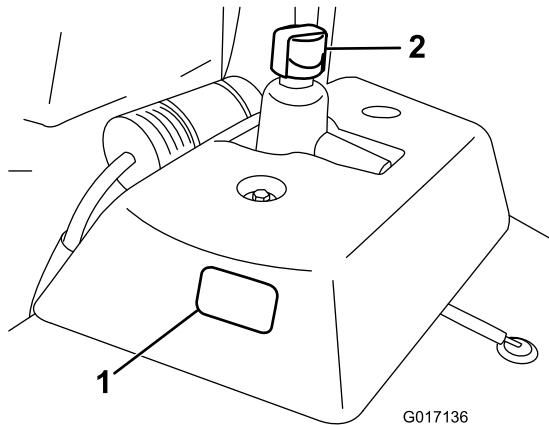

図 22
1. 平らな場所に駐車する。エンジンもオイルも冷えていることを確認する。補助オイルタンクの側面についている点検窓から内部をのぞいてオイル量を点検する (図 22)。オイル量が点検窓の2本の線の間にあればよい。